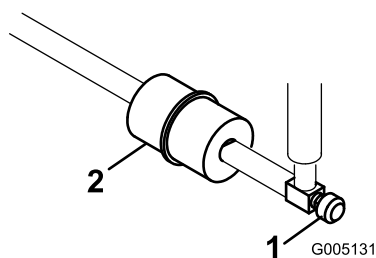

图46
内置式滤清器放置到油箱与化油器之间的燃油管内 （图46）。确保滤清器上的箭头指向油箱外面。
1. 关闭燃油切断阀，拧松滤清器化油器侧的软管夹，然后从滤清器中取出燃油管线（图46）。
2. 在过滤器下面放置一个放油盘，拧松剩余的软管夹，然后拆下过滤器（图46）。